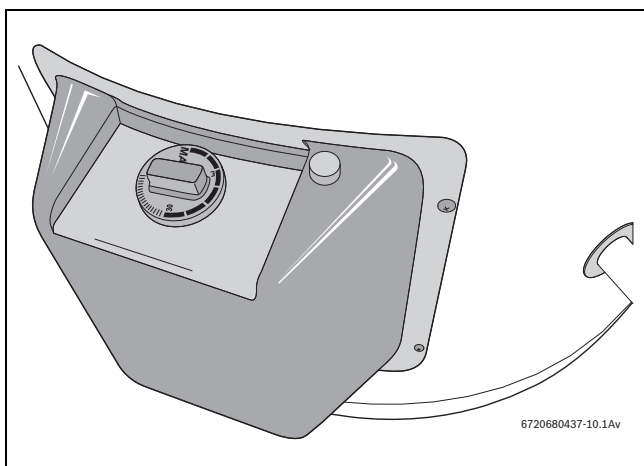

Fig. 13 Termostato
- ▶ Posicionar el termostato en la posición máxima de temperatura, girar el selector de temperatura en sentido de las agujas del reloj, ver Fig. 13.